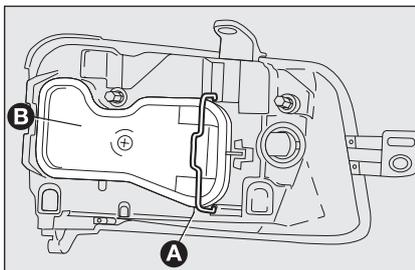

fig. 21
- décrocher le ressort de fixation **A**-fig. 21 et enlever le couvercle **B**;
décrocher le ressort de fixation **A**-fig. 21 et enlever le couvercle **B**;